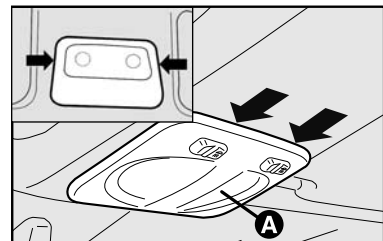
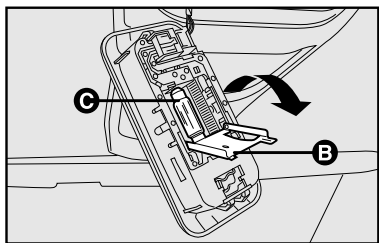

fig. 27
fig. 28
- agir nos pontos indicados pelas setas e remover o plafonier **A-fig. 27**;
- substituir as lâmpadas **C-fig. 28** desvinculando-as dos contatos laterais e certificando-se de que as novas lâmpadas estejam corretamente bloqueadas entre os contatos;
- fechar o portinhola **B-fig. 28** e fixar a plafoniera **A-fig. 27** no próprio alojamento certificando-se do bloqueio.